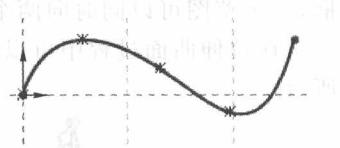

图 1-3 曲面轮廓草图
(1) 选择右视基准面作为草图绘制平面, 使用【样条曲线】命令绘制如图 1-3 所示曲面轮廓草图。